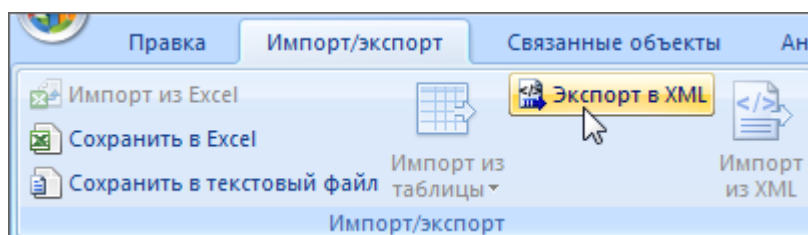

Рис. 28-48 – Импорт состояний из XML файла
- 1) Выделить в связанном окне «Состояния» для экземпляра ФИ те состояния, которые нужно сохранить в файл, и нажать кнопку «Экспорт в XML» панели «Импорт/экспорт» (рис. 28-48).